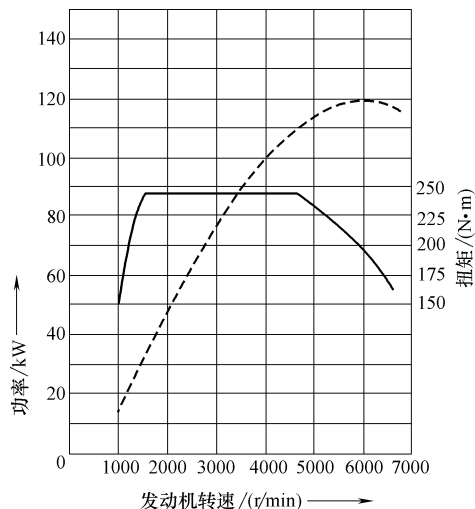

图 4-27
⑤ 5%
95. 下列说法哪一个符合图 4-27 所示情况?
① 图中曲线表示发动机转速 7000r/min 时向下
② 当发动机转速 2000r/min 时, 发动机功率为 50kW、扭矩为 240N·m
③ 当发动机转速 2000r/min 时, 发动机功率为 70 kW、扭矩为 240N·m
④ 当发动机转速 5000r/min 时, 发动机扭矩提高 10%
⑤ 发动机扭矩从转速 4500r/min 起开始下降, 因为这时发动机处于惯性运行状态